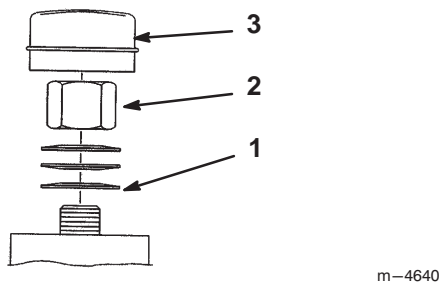

Figure 55
2. Déposez le capuchon anti-poussière de la roue et serrez le contre-écrou (Fig. 55).
3. Continuez de serrer jusqu'à ce que les rondelles élastiques soient aplaties, puis desserrez de 1/4 de tour pour régler la précharge correcte des roulements (Fig. 55).
Important Veillez à installer les rondelles comme indiqué à la Figure 55.